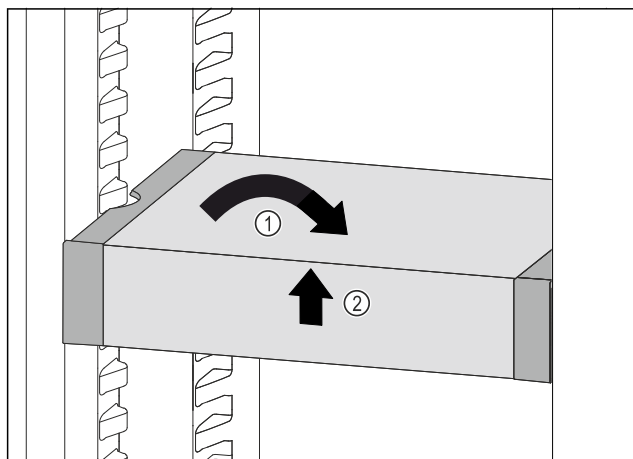

Fig. 117
- ▶ VarioSafe postavte rovně. Fig. 117 (1)
- ▶ VarioSafe vpředu zvedněte. Fig. 117 (2)